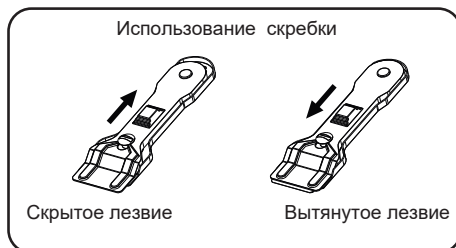

Рис. 7
- Когда вы закончите с лезвием, убедите его и зафиксируйте его. (См. Рис. 7)